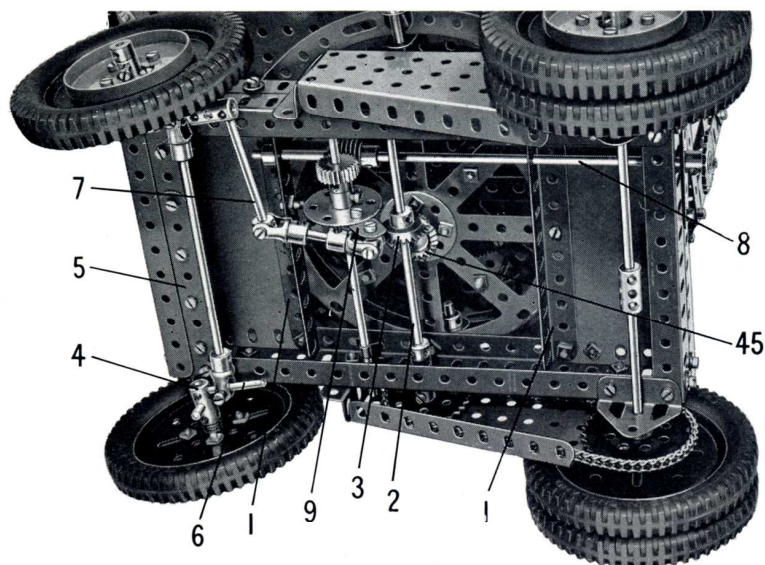
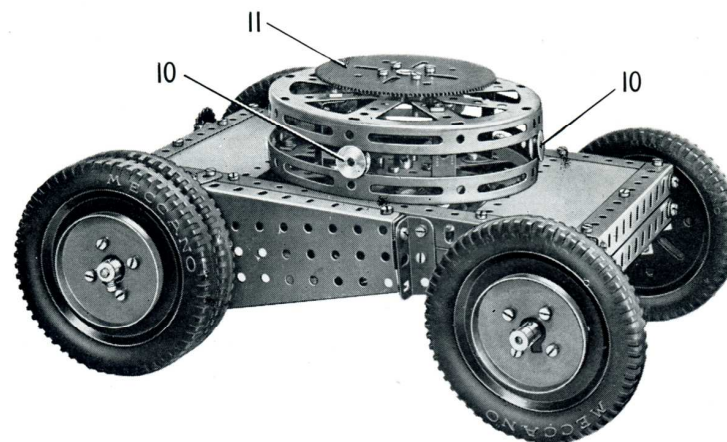
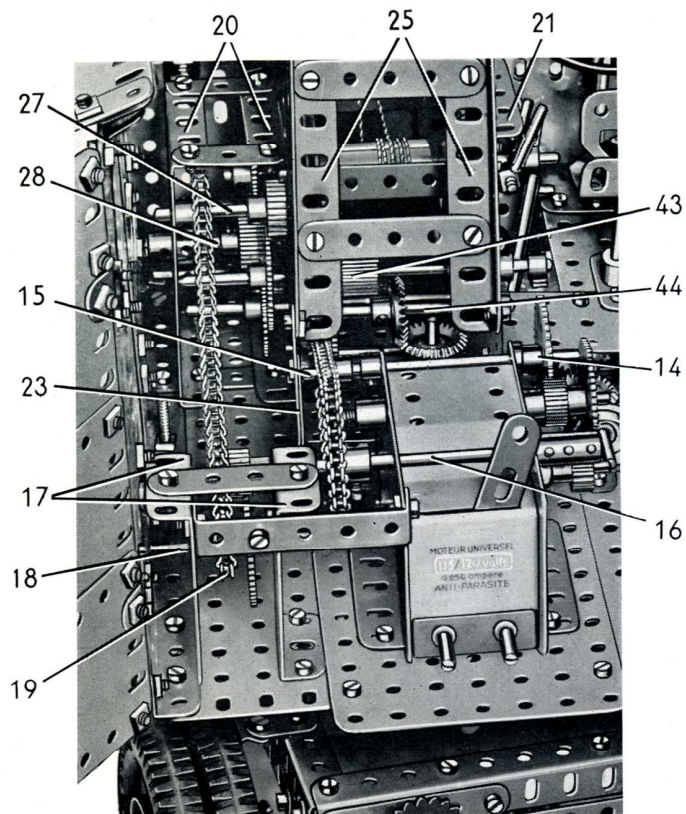
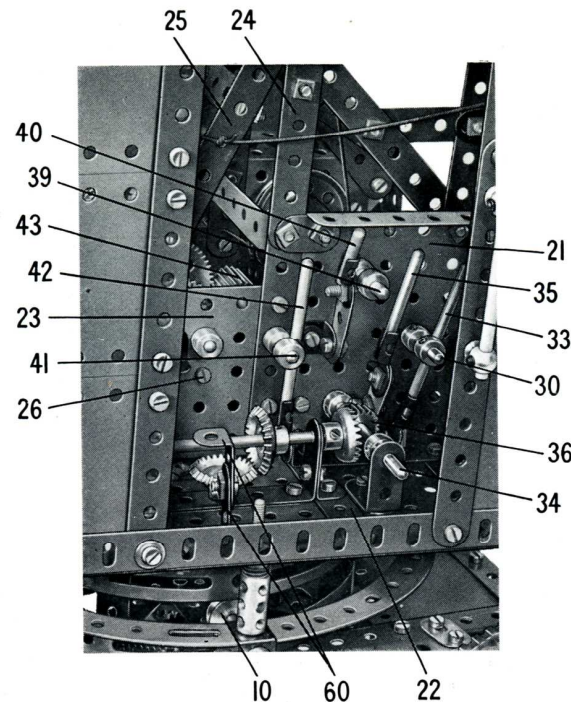

FIG. 2.
FIG. 4. Vue de la base mobile
FIG. 6.
FIG. 11.
(Fig. 2 et 4)
Chaque longeron de la base est constitué par deux cornières de 19 trous réunies l'une à l'autre par deux poutrelles plates de 3 trous. Les longerons sont réunis à chaque extrémité par deux cornières de 11 trous qui sont boulonnées sur des équerres fixées sur les cornières de 19 trous. Une plaque flexible de 14x6 cm. est boulonnée en travers du dessus de chaque extrémité de la base, et les bords intérieurs de ces plaques sont renforcés par des cornières de 11 trous (1) (fig. 2).
Détails du roulement à galets (Fig. 4 et 5)
Le moteur et le train réducteur (Fig. 6 et 7)
Montage de la boîte de vitesses (Fig. 6, 7 et 11)
La boîte de vitesses se construit en boulonnant deux plaques à rebords de 9×6 cm. (20) (fig. 6) et une plaque identique (21) sur le plancher de la cabine. Les plaques sont tenues écartées du plancher par une bande de 15 trous dont une extrémité apparaît en (22) (fig. 11). La plaque à rebords (21) et l'une des plaques (22) sont prolongées toutes les deux vers l'arrière par une plaque sans rebord de 6×6 cm. (23), qui est réunie à la plaque à rebords par des supports plats. Une bande de 15 trous verticale (24) (fig. 11) est boulonnée sur le bord avant de chacune des plaques sans rebord (23). Ces bandes sont réunies par une bande coudée de 60×12 mm. comme le montre la fig. 7 et par une pièce identique boulonnée entre les extrémités supérieures des bandes. Les bandes sont entretoisées sur les angles supérieurs arrière des plaques sans rebord (23) par des cornières de 11 trous (25) (fig. 6) et (fig. 7) qui sont réunies par trois bandes de 5 trous (fig. 7).
Une bande coudée de 60×12 mm. est boulonnée entre les plaques sans rebord (23) par des boulons (26) (fig. 11), et une bande coudée de 60×38 mm. sert à relier les plaques sans rebord au plancher de la cabine. Les plaques à rebords (20) (fig. 6) sont réunies l'une à l'autre par deux bandes de 3 trous boulonnées sur leurs rebords supérieurs.
La boîte de vitesses possède trois arbres principaux ; chacun d'eux est une tringle de 5 cm. qui passe dans les plaques à rebords (20) et qui porte une roue de chaîne de 18 dents et un pignon de 25 dents. L'un de ces arbres apparaît en (27) (fig. 6 et 7) et il passe dans les avant-derniers trous du haut des bords arrière des plaques à rebords (20). Cet arbre sert à la marche avant de la pelle et à l'entraînement du tambour de levage de la flèche. Le second arbre principal apparaît en (28) (fig. 6), il passe dans les trous centraux des plaques à rebords (20), et son pignon de 25 dents est fixé au centre de l'arbre, de façon à laisser entre les pignons des arbres (27) et (28) une place pour une roue de 50 dents. L'arbre (28) sert aux marches arrière des 4 mouvements de la boîte de vitesses, et il est maintenu dans ses supports par une bague d'arrêt constituée par l'autre moitié de l'embrayage. Le troisième arbre principal n'apparaît pas clairement sur nos illustrations, mais la place de sa roue de chaîne et de son pignon sont identiques à celles de l'arbre (27). Toutefois, ce troisième arbre passe dans les avant-derniers trous du bas des bords avant des plaques à rebords (20), et il sert à entraîner le mouvement de levage de la pelle et le pivot de la cabine dans un sens. Pour
L'arbre (30) porte une roue de 50 dents disposée de façon à pouvoir engrener avec le pignon de l'arbre (28) ou avec le pignon de l'arbre (29). Un levier (33) (fig. 11) permet de faire coulisser la tringle (30) et de faire attaquer la roue dentée par le pignon choisi. Ce levier est une tringle de 6 cm. qui porte un raccord de tringle et bande fixé à l'aide de contre-écrous sur un support double boulonné sur la base de la cabine. Le levier vient s'insérer entre deux bagues d'arrêt montées sur l'arbre (30).
L'entraînement du mouvement de pivot de la pelle est commandé par une roue de 50 dents fixée sur une tringle de 16,5 cm. (34) (fig. 11) qui vient engrener avec l'un ou l'autre pignon des arbres (28) et (29) de la même façon que pour l'arbre (30) dont nous venons de parler. Le mouvement de la tringle (34) est commandé par un levier (35) qui est une tringle de 4 cm. tenue dans un raccord de tringle et bande boulonné sur une bande de 3 trous. Cette bande est fixée à l'aide de contre-écrous sur l'autre rebord du support double qui tient le levier (33). Un boulon de 9,5 mm. fixé dans la bande de 3 trous par deux écrous vient se loger entre une bague d'arrêt et un pignon de 19 dents (36) sur la tringle (34). L'extrémité extérieure de la tringle (34) passe dans une équerre de 25×25 mm. qui est tenue écartée du plancher de la cabine par un support plat.
Une chaîne qui passe sur la roue de chaîne (19) (fig. 7) entraîne la boîte de vitesses. La chaîne passe autour de la roue de chaîne de l'arbre (27) en l'attaquant par-dessus, autour de la roue de chaîne de l'arbre (28) (fig. 6) en l'attaquant par-dessous, et autour de la roue de chaîne du troisième arbre (29) en l'attaquant par-dessus. De la sorte, on est certain que l'arbre (28) tourne en sens opposé à celui des arbres (27) et (29).
Le tambour qui commande les mouvements de la flèche qui apparaît en (38) (fig. 1) est constitué par un manchon muni à une extrémité d'un support de cheminée et réuni par son autre extrémité à une poulie de 38 mm. par une équerre. La poulie est fixée sur une tringle de 13 cm. (39) (fig. 11) et elle porte un frein identique à celui de la poulie (32) (fig. 1). La tringle (39) porte une roue de 50 dents qui peut venir en contact avec les pignons des arbres (27) et (28) de la même façon que ce qui s'est passé pour la tringle (30). Le déplacement de la tringle (39) est commandé par un levier (40) (fig. 11) qui est une tringle de 2,5 cm. montée sur un raccord de tringle et bande boulonné sur une bande de trois trous. La tête du boulon vient se loger entre deux bagues d'arrêt sur la tringle (39), et la bande est fixée à l'aide de contre-écrous sur une équerre boulonnée sur la plaque à rebords (21).
Le déplacement de la pelle mécanique s'obtient en faisant coulisser une tringle de 13 cm. (41) (fig. 11) de façon à amener une roue de 50 dents en contact avec le pignon de l'arbre (27) ou de l'arbre (28) (fig. 6). Le déplacement de la tringle est commandé par un levier (42) (fig. 11) qui est une tringle de 6 cm. montée dans un raccord de tringle et bande. Ce levier vient se loger entre deux bagues d'arrêt sur la tringle (41), et le raccord de tringle et bande est fixé à l'aide de contre-écrous sur une équerre boulonnée sur le plancher de la cabine. La tringle (41) porte un pignon de 19 dents et de 19 mm. de largeur (43) qui entraîne une
roue de 57 dents montée sur une tringle de 6 cm. (44) (fig. 6 et 7). Un pignon d'angle de 26 dents monté sur la tringle (44) engrène avec un pignon d'angle identique monté sur une tringle verticale qui passe dans le plancher de la cabine et dans la bande coudée tenue par les boulons (26). La tringle verticale tourne dans la roue (11) (fig. 4 et 5) et dans le centre du roulement à galets, et elle porte à son extrémité inférieure un pignon d'angle de 26 dents (45) (fig. 2) qui entraîne le pignon d'angle (3) de la base mobile.
Le devant de la cabine se construit à l'aide d'une plaque flexible de 9×6 cm. et de bandes comme le montre la figure 1. La fenêtre latérale est formée par une bande de 7 trous à l'avant réunie à l'extrémité supérieure de l'une des bandes (24) (fig. 11) par deux bandes de 4 trous. Une bande de 9 trous (53) est boulonnée en diagonale au travers de la fenêtre et elle est reliée à la bande de 7 trous par une bande de 4 trous placée horizontalement. Une bande coudée de 60×12 mm. est boulonnée entre la bande (53) et une bande identique de l'autre côté. Le toit situé au-dessus du poste de contrôle est formé de deux plaques flexibles de 6×4 cm. tenues par des équerres.
La partie inférieure de l'autre partie de l'avant de la cabine est constituée par deux bandes de 7 trous verticales réunies à leurs extrémités supérieures par une bande de 4 trous, et réunies au côté de la cabine par une équerre. Une plaque flexible de 6×4 cm. est fixée sur l'une des bandes de 7 trous. Deux plaques flexibles de 6×4 cm. (54) (fig. 1) sont réunies par une poutrelle plate de 4 trous et par une bande de 4 trous, et l'ensemble est fixé sur la partie inférieure de l'avant de la cabine par une équerre à 135° . Deux autres plaques flexibles de 6×4 cm. (55) sont réunies au côté de la cabine et à l'une des bandes (24) (fig. 11) par des équerres, et elles sont réunies aux plaques (54) par des équerres à 135° . Le devant se complète par deux bandes incurvées de 14 cm. qui se recouvrent sur 7 trous.
Le siège du conducteur apparaît séparé de la cabine sur la figure 9. Il est relié au côté de la cabine par une équerre de 26×12 mm. (59), et il est tenu par deux équerres de 26×12 mm. (60) (fig. 11) boulonnées ensemble comme le montre la figure.